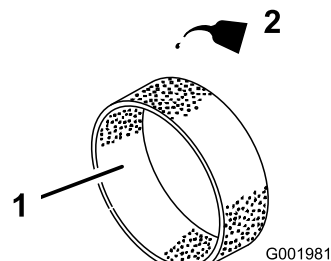

図 48
4. 乾いたら新しいエンジン・オイルを30~60 cc 含ませる (図 48)。